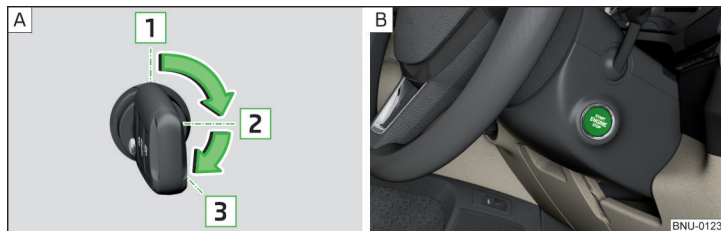

Fig. 244 Positions de la clé du véhicule dans le contacteur d'allumage / bouton de démarrage
Positions de la clé du véhicule dans le contacteur d'allumage » fig. 244 - [A]
➤ Appuyez sur le bouton » fig. 244 - [B], le contact est mis/coupé.
- Sur les véhicules avec **contacteur d'allumage**, tournez la clé dans la position **3** » fig. 244 à la page 216 - [A], le processus de démarrage est enclenché. Puis relâchez la clé, le moteur démarre automatiquement.
- Sur les véhicules avec **bouton de démarrage**, enfoncez brièvement le bouton » fig. 244 à la page 216 - [B], le moteur démarre automatiquement.
- Sur les véhicules avec **contacteur d'allumage**, tournez la clé dans la position **1** - » fig. 244 à la page 216 - [A].
- Sur les véhicules avec **bouton de démarrage**, enfoncez le bouton » fig. 244 à la page 216 - [B], le moteur et le contact sont coupés simultanément.
➤ Maintenez le bouton enfoncé » fig. 244 à la page 216 -  ou appuyez à deux reprises dans un délai d'1 seconde.